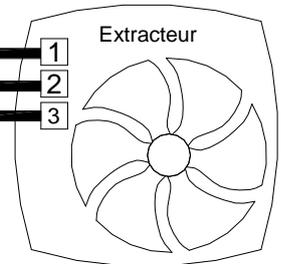

**Fig.5**
**Commande manuelle :** Le modèle Haku H – V0 dispose d'un raccord LS supplémentaire (raccord réalisé via le transformateur) pour permettre la mise en marche manuelle du ventilateur via un interrupteur d'éclairage séparé ou un autre contrôleur (Fig.5). (Voir Fig.4 si le raccord LS n'est pas utilisé).